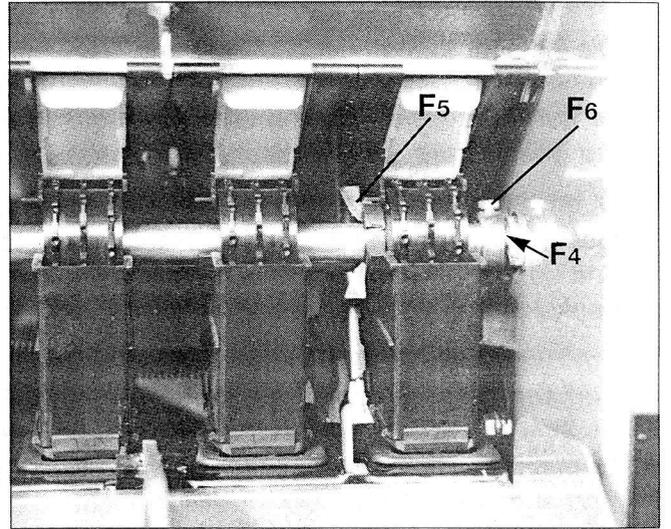

Fig. 63
**Säwelle ausbauen:** Federrasten (**F1**) und Abdeckungen (**F**) abnehmen. Absperrschieber (**G**) öffnen. Säwelle so drehen, daß Kupplung **F4** ca. waagrecht steht (zuvor Ring **F6** - Fig. 63 - lösen und verschieben). Die Lager (**F5**) rechtsrum drehen (90°; Sperre drücken) und seitlich verschieben. Welle nach hinten herausnehmen. (Einbau in umgekehrter Reihenfolge: Lager einsetzen, um 90° linksrum drehen. Ring **F6** „über“ der Kupplung **F4** feststellen. Darauf achten, daß das „seitliche Spiel“ der Säwelle durch Anschlagschraube **F7** - Fig. 30, Seite 18 - begrenzt ist; evtl. nachstellen.)